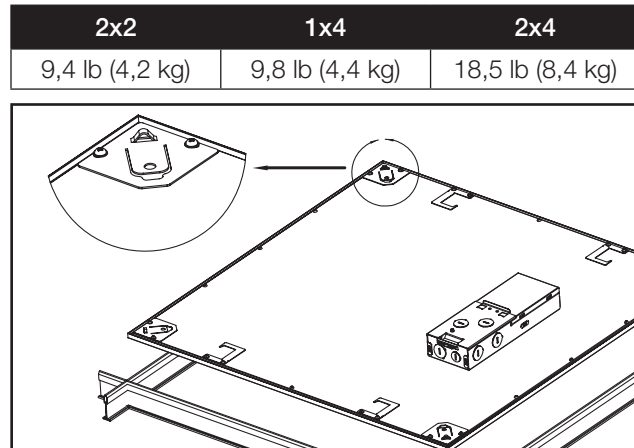

Imagen 2.
**Nota:** El peso del aplique se encuentra detallado abajo. Asegúrese de que la ubicación de la red soporta el peso del aplique antes de continuar con el siguiente paso. Si no está seguro, utilice un cable para que una viga de apoyo arriba del aplique soporte su peso por medio de los agujeros circulares en las lengüetas de las esquinas (Imagen 2).